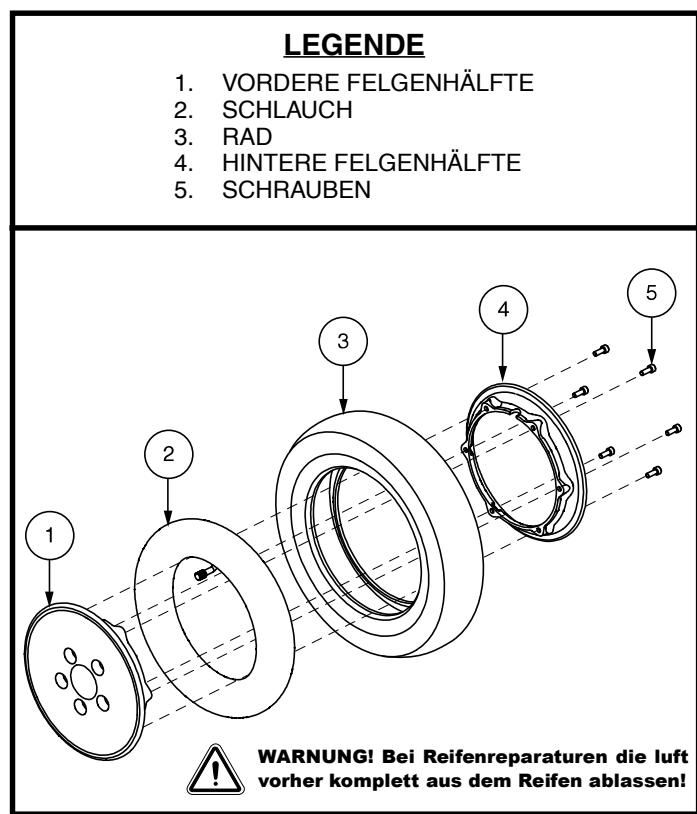

Abb. 20. Zerlegen und Zusammenbauen von Luftreifen
6. Entfernen Sie die Schrauben und trennen die äußere und innere Felge voneinander. Siehe Abb. 20.